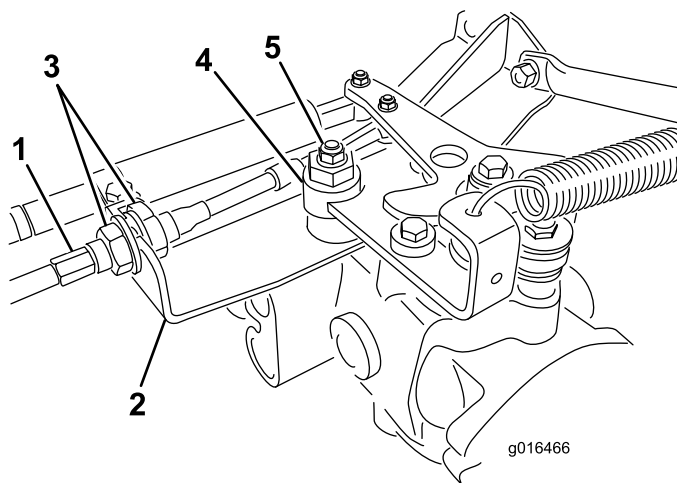

**Figure 46**
- A. Desserrez les deux écrous de blocage qui fixent le câble de commande de déplacement à la tôle de traversée sur l'hydrostat (Figure 46). Desserrez les écrous de blocage uniformément et suffisamment pour permettre le réglage.
**Remarque:** Desserrez l'écrou de fixation de l'excentrique en haut de l'hydrostat (Figure 46).
- E. Lorsque la roue arrête de tourner, serrez l'écrou pour bloquer l'excentrique et le réglage (Figure 46).
- G. De chaque côté de la tôle de traversée, serrez les contre-écrous uniformément pour fixer le câble de commande de déplacement à la tôle (Figure 46). Ne tordez pas le câble.